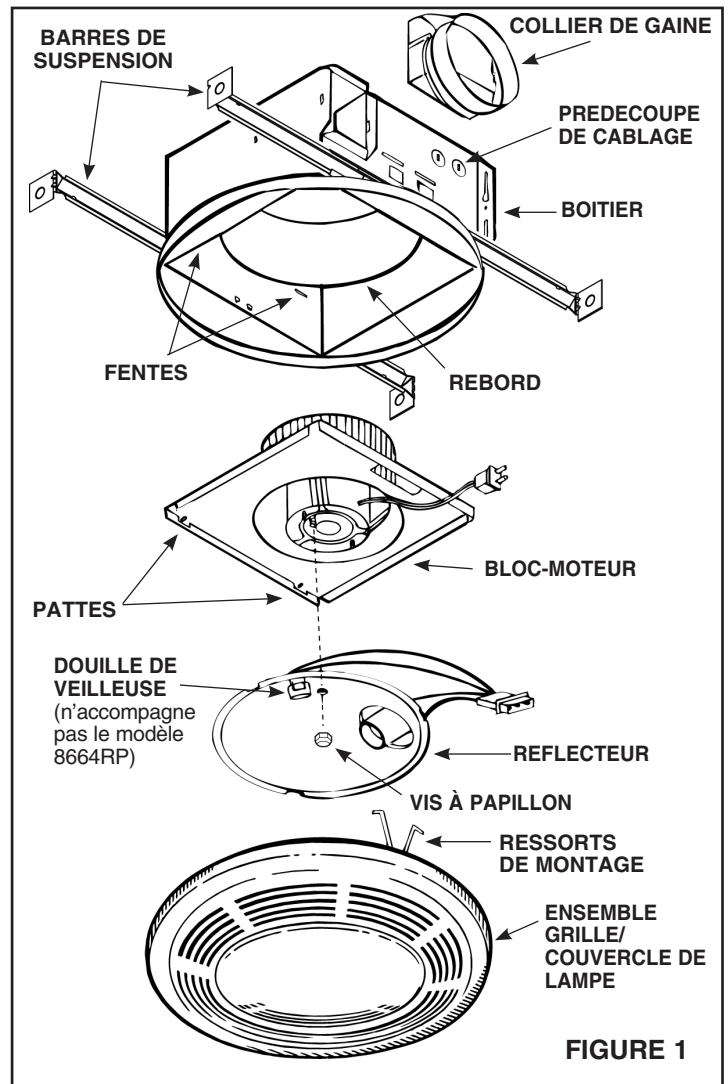

FIGURE 1
- Voir Figure 1. Enlever le bloc-moteur du boîtier.
1. Voir Figure 1. Placer le collier de gainé sur les collerettes à l'ouverture d'évacuation du ventilateur. Fixer le collier en pressant les pattes dans les fentes des collerettes.
1. Voir Figure 1. Placer le bloc-moteur dans le boîtier de sorte que les pattes de la plaque de montage s'insèrent dans les fentes du boîtier.